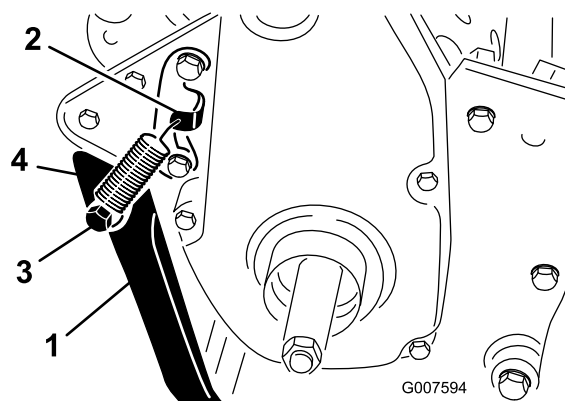

Figura 6
il cavalletto con i fori di montaggio dell'intelaiatura posteriore (Figura 6).
3. Montate il cavalletto su ogni lato del telaio utilizzando il bullone, il distanziale, la rondella di spinta e il dado di bloccaggio (Figura 6).